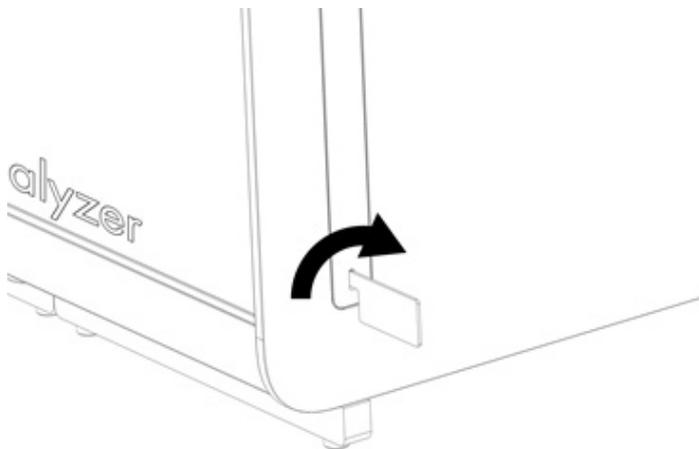

Abbildung 13. Entfernen der Schutzabdeckungen.
- 1e. Entfernen Sie die Schutzabdeckungen von der Seite des Analysemoduls, an der das zusätzliche Analysemodul angebracht werden soll (Abbildung 13).